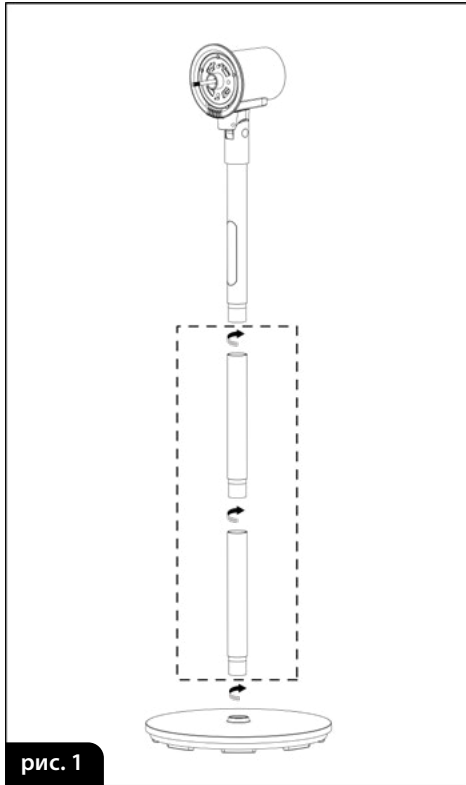

рис. 1
1. Помістіть основу вентилятора (10) на рівну, рівну і суху поверхню.
2. Залежно від бажаної висоти вентилятора, вкрутіть одну або дві подовжувачі (9) в основу вентилятора (10) (рис. 1).
3. Потім прикрутіть головку вентилятора з пультом управління (8) до трубки (9) (рис.1).